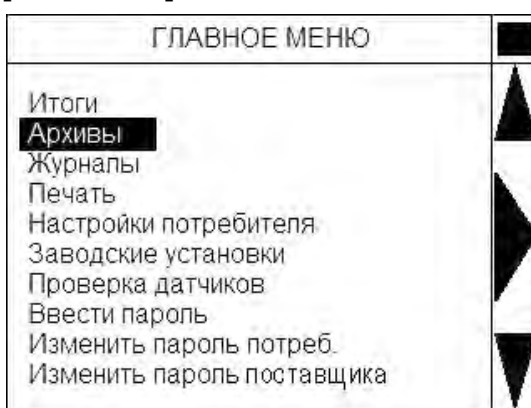

Рисунок 4 — Экран ЖКИ в режиме «Главное меню»
3.4.2.1 При касании надписи «МЕНЮ» на экране ЖКИ в режиме «Основная индикация» вычислитель переходит в режим «Главное меню», см. рисунок 4.